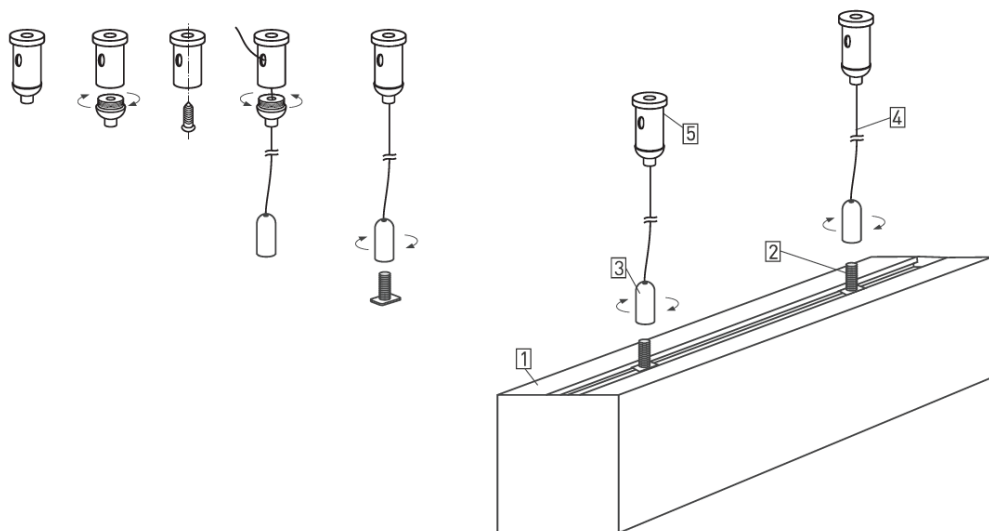

Рис. 1. Установка и подключение светильника
- 3.2. Закрепите на поверхности цанговый зажим [5], как показано на рис. 1.